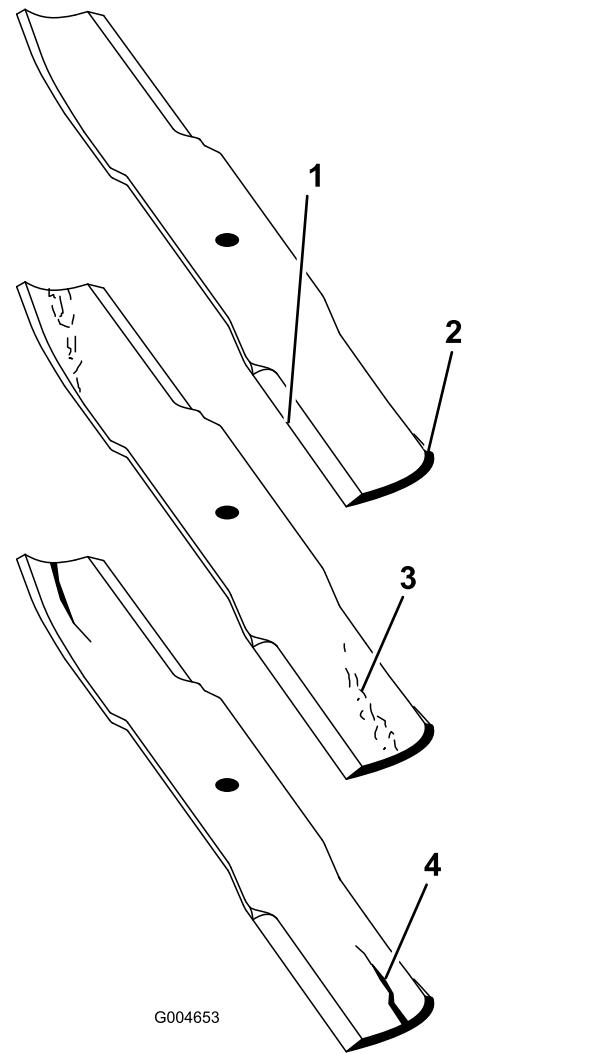

Figura 103
2. Examine cuidadosamente los extremos de corte de la cuchilla, sobre todo en el punto de reunión entre la parte plana y la parte curva de la cuchilla (Figura 103).
Nota: Puesto que la arena y cualquier material abrasivo pueden desgastar el metal que conecta las partes curva y plana de la cuchilla, compruebe la cuchilla antes de utilizar el cortacésped. Si se aprecia desgaste (Figura 103), cambie la cuchilla.